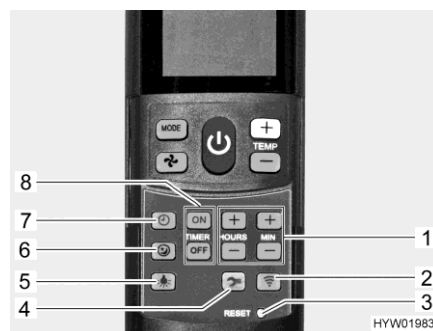

Bild 123 Fjärrstyrning med inställningsknappar (klimatanläggning)
- Tryck på knappen för tyst körning (Bild 123,6). I kyl drift går fläkten med ett lägre varvtal och blir då mycket tystare.
- Tryck på knappen för klocka (Bild 123,7).
- Ställ in timme och minuter med knapparna (Bild 123,1).
- Tryck ner knapp "ON" (Bild 123,8).
- Tryck på knapparna för tidsinställning (Bild 123,1) tills önskat tidsintervall fram till start nås.
- Tryck ner knapp "OFF" (Bild 123,8).
- Tryck på knapparna för tidsinställning (Bild 123,1) tills önskat tidsintervall fram till urkoppling nås.
- Tryck ned knappen "ON" eller "OFF" (Bild 123,8) en gång till.
- Tryck på knappen för belysning (Bild 123,5). Belysningen kopplas in med det senast använda dimningsnivån.
- Dimma belysningen:* ■ Tryck in knappen för belysning (Bild 123,5) och håll den intryckt tills önskad ljusstyrka uppnås.
- Slå av belysningen:* ■ Tryck på knappen för belysning (Bild 123,5).
- ▷ Setup knappen (Bild 123,4) har uppgiften att ansluta fjärrstyrningen med klimatanläggningen vid den första idrifttagningen.